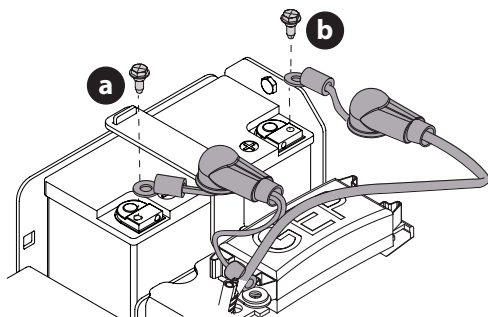

Figure 38
- Retirez le boulon de montage vertical qui fixe le fil négatif noir de la batterie (a) à la borne négative de la batterie (marquée NEG (-)). Éloignez le câble de la borne négative de la batterie (Figure 38).
- Retirez le boulon de montage vertical qui fixe le fil positif rouge de la batterie (b) à la borne positive de la batterie (marquée POS (+)). Éloignez le câble de la borne positive de la batterie (Figure 38).